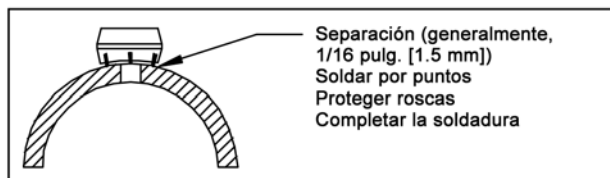

Figura 3. Separación para soldar
- Utilizando la separación adecuada para soldar (en general, 1/16 pulg. [1.5 mm]), suelde por puntos el accesorio de conexión "threadolet" en posición y luego quite el sensor y el cuerpo de la cerradura de muelle. Proteja las roscas del accesorio de conexión "threadolet" y termine de soldar el accesorio a la tubería según los códigos correspondientes (consulte la figura 3).